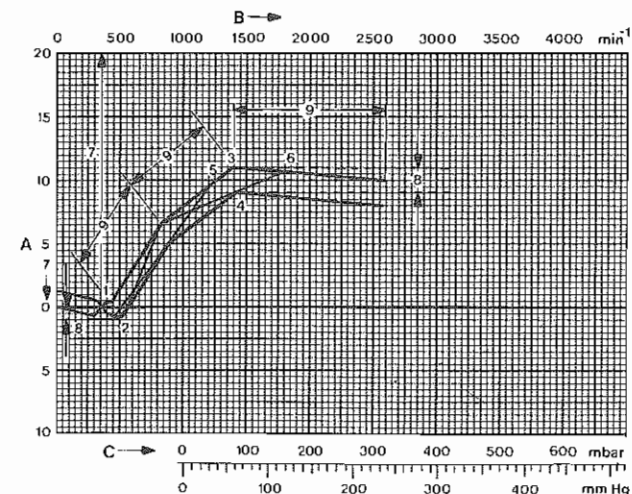
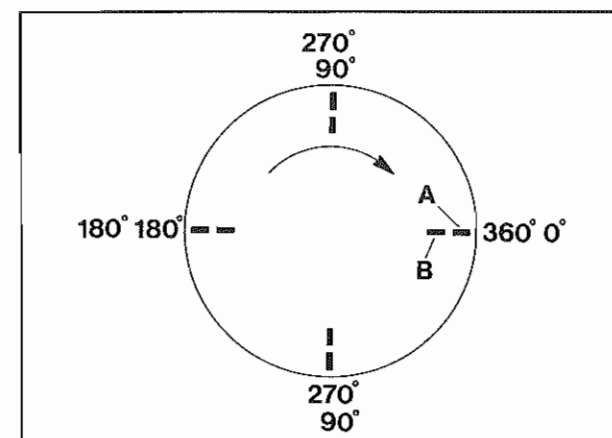

Fig. 14 - A = Variazione angolare dell'albero di distribuzione
Fig. 15 - A = Segno luminoso esterno
- Ruotando il distributore di accensione oppure il ponte del banco di prova, fissare lo zero del disco graduato (del banco di prova distributori) al numero giri dello zero prescritto dai valori di prova (**Fig. 14**), in modo che il segno luminoso esterno di un cilindro si illumini a 0° oppure a 360° (**Fig. 15**). Serrare le viti di fissaggio del distributore di accensione o del ponte del banco di prova.
Spiegazione della Fig. 14
- Leggere l'angolo di variazione anticipo e confrontarlo con i valori di prova. Per gli esempi vedere **Fig. 14**. Se non si ottengono i valori prescritti, significa che il distributore di accensione (sistema di variazione anticipo) è difettoso.
- Rotate ignition distributor or test bench bridge, fix graduated disc zero point (of distributor test bench) to number of revolutions zero indicated by test values (**Fig. 14**), so that the outside luminous mark of a cylinder lights up at 0° or 360° (**Fig. 15**). Lock ignition distributor or test bench bridge fixing screws.
Explanation of Fig. 14
- Read the advance variation angle and compare it with test values. For examples see **Fig. 14**. If the given values are not obtained it means that the ignition distributor (advance variation system) is faulty.
- Ruotando il distributore di accensione, oppure il ponte del banco di prova, fissare lo zero del disco graduato in modo che il segno luminoso di un cilindro si illumini a 0° oppure a 360° (**Fig. 15**). Serrare le viti di fissaggio del distributore di accensione o del ponte del banco di prova.
- Rotate the ignition distributor, or the test bench bridge, fix the graduated disc to zero so that the cylinder luminous mark lights up at 0° or 360° (**Fig. 15**). Lock ignition distributor or test bench bridge fixing screws.